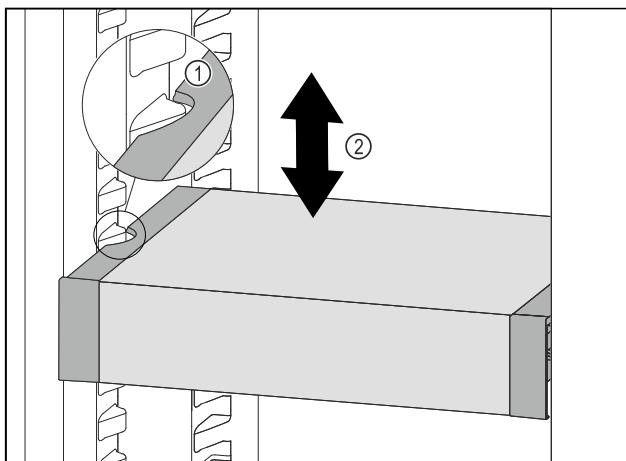

Fig. 108
- ▶ Predal VarioSafe povlecite v smeri naprej, dokler nista stranska izreza predala VarioSafe na višini nastavka za posodo v hladilniku. Fig. 108 (1)
- ▶ Predal VarioSafe premikajte v hladilniku gor ali dol, dokler ne dosežete želeno višino. Fig. 108 (2)